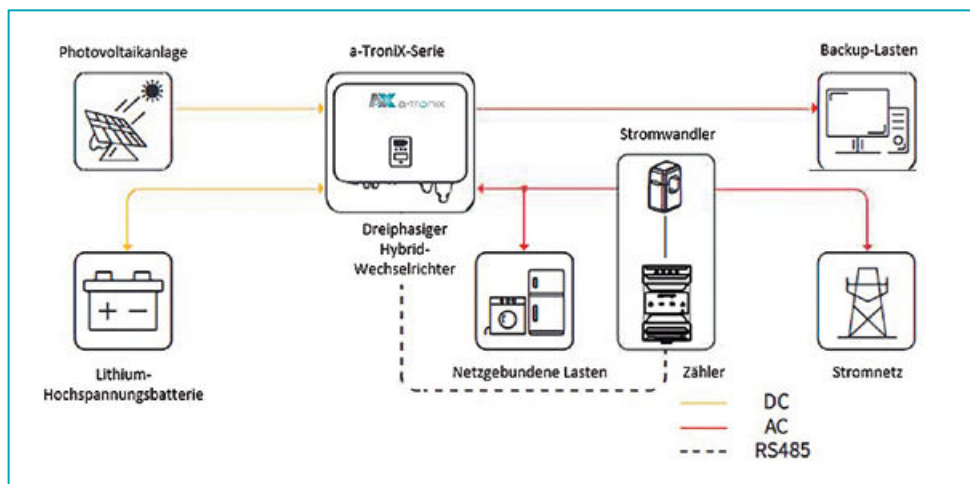

Abbildung 1.2
- Schematisches Diagramm des Hybridsystems (Abbildung 1.2):